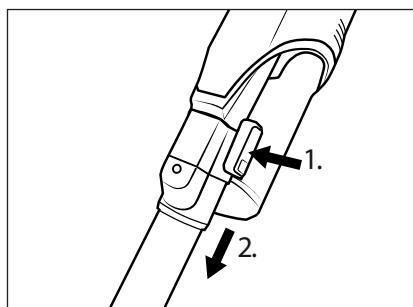

Fig. 11
- ◆ Para desmontar el tubo de aspiración ③ del aparato, mantenga pulsado el botón de desencastre del tubo de aspiración ④ y tire del tubo de aspiración ③ para extraerlo del orificio de aspiración del aparato (consulte la fig. 11).